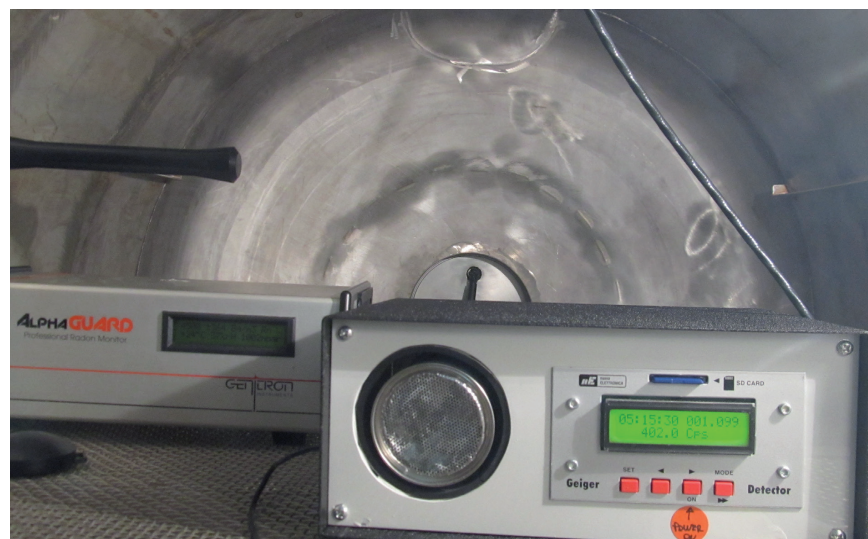

Figure 7 : Notre moniteur Radon testé dans la chambre Radon de l'ENEA.
**Figure 10 : La chambre Radon de l'ENEA sert ici à tester notre sonde Radon (voir aussi figure 7). La docteur F. Cardellini s'occupe de la calibration et de la certification des appareils de détection du Radon. Puisque nous, à Électronique et Loisirs Magazine, nous nous sommes intéressés à savoir comment opèrent les organismes scientifiques, nous pensons que nos lecteurs eux aussi, après avoir lu cet article, apprécieront le travail – hélas parfois tenu secret – de ces éminents chercheurs.**